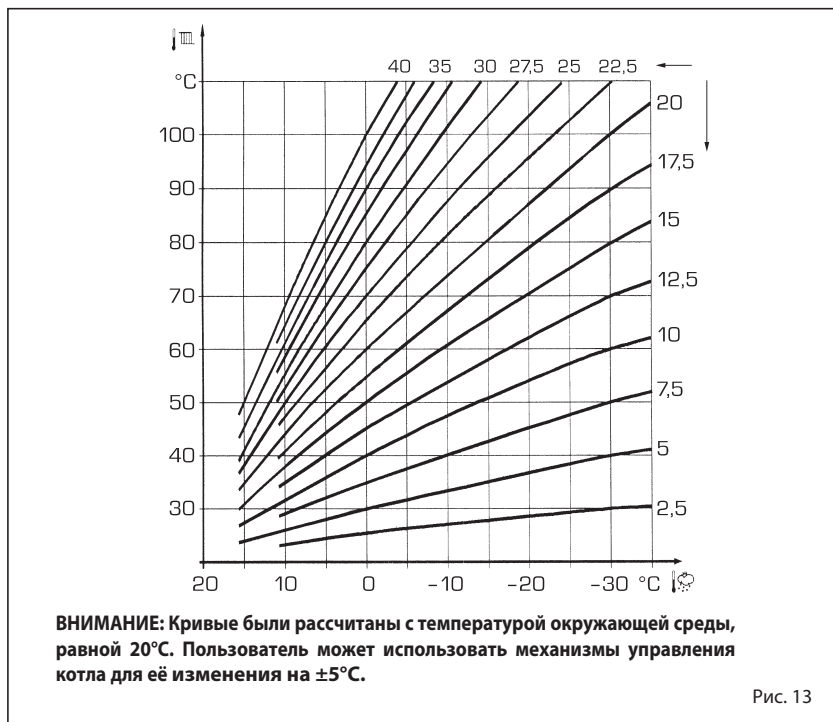

Рис. 13
3.4 ПРИСОЕДИНЁННЫЙ ВНЕШНИЙ ДАТЧИК (Рис. 13)
Если присутствует внешний датчик, НАСТРОЙКИ отопления осуществляются на основании климатических кривых в зависимости от внешней температуры и, в любом случае, они ограничиваются значениями в пределах диапазона, который был описан в пункте 3.3 (параметры ПАР 25 для зоны 1, параметры 26 для зоны 2). Для устанавливаемой климатической кривой можно выбрать значение от 3 до 40 (шагом в 1 значение). Увеличивая наклон, представленный кривыми на рис. 13, увеличивается температура подачи установки в зависимости от внешней температуры.